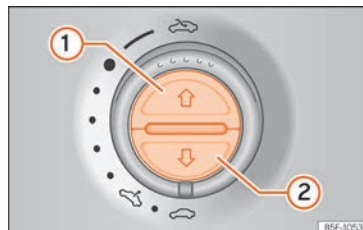

Abb. 149 In der Dachinnenverkleidung: Tasten des Sonnenschutzrollos.
Vollständig öffnen (automatische Funktion)	Taste »» Abb. 149 ① kurz drücken.
- Der Schalter muss auf der Position „geschlossen“ »» Seite 19 (1) stehen.
- *Panorama-Schiebedach*: Innerhalb von etwa 5 Sekunden nach dem Auslösen der Kraftbegrenzung den Schalter hinten so lange ziehen »» Seite 19 (Pfeil (5)), bis das Panorama-Schiebedach vollständig geschlossen ist.
- *Sonnenschutzrollo*: Innerhalb von etwa 5 Sekunden nach dem Auslösen der Kraftbegrenzung die Taste »» Abb. 149 (2) so lange drücken, bis das Sonnenschutzrollo vollständig geschlossen ist.